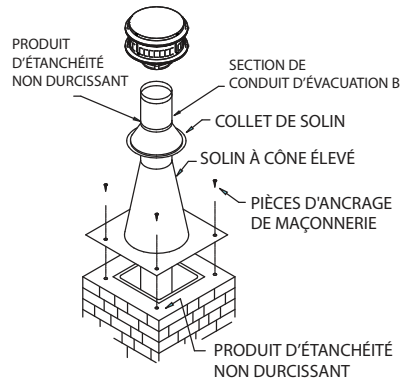

Figure 28
non durcissant pour fixer le solin à la maçonnerie (**Figure 28**).
**(i). Chapeau.** Installez le chapeau comme indiqué sur la **Figure 28**. Vous terminez ainsi la procédure d'installation d'un foyer à gaz dans un foyer de maçonnerie existant. Effectuez une inspection finale du système et vérifiez que vous avez respecté les instructions d'installation du fabricant.
**(f). Solin.** Pliez et coupez la base du solin pour qu'il s'adapte à la partie supérieure de la cheminée de maçonnerie. Utilisez des ancrages de maçonnerie et un produit d'étanchéité non durcissant pour fixer le solin à la maçonnerie (**Figure 28**).